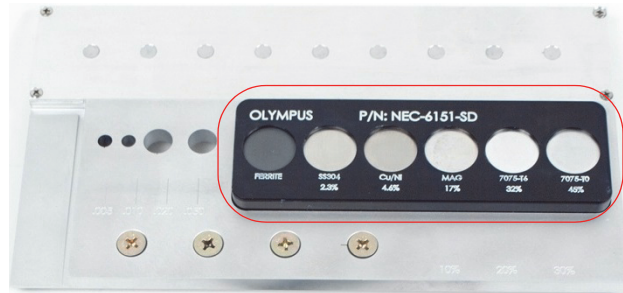

図 5-72 インピーダンスプレーンの理論に使用される標準試験片部分
9. プローブをフェライト試料にそっと接触させ、軽く試料に当て続けます (183 ページの図 5-72 を参照)。何度か接触させながら、位相キー () を押